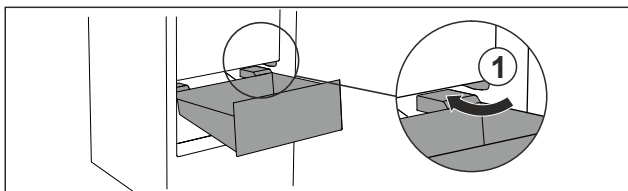

Fig. 94
- ▶ Обойдите стопор Fig. 94 (1) выдвижного ящика под наклоном.